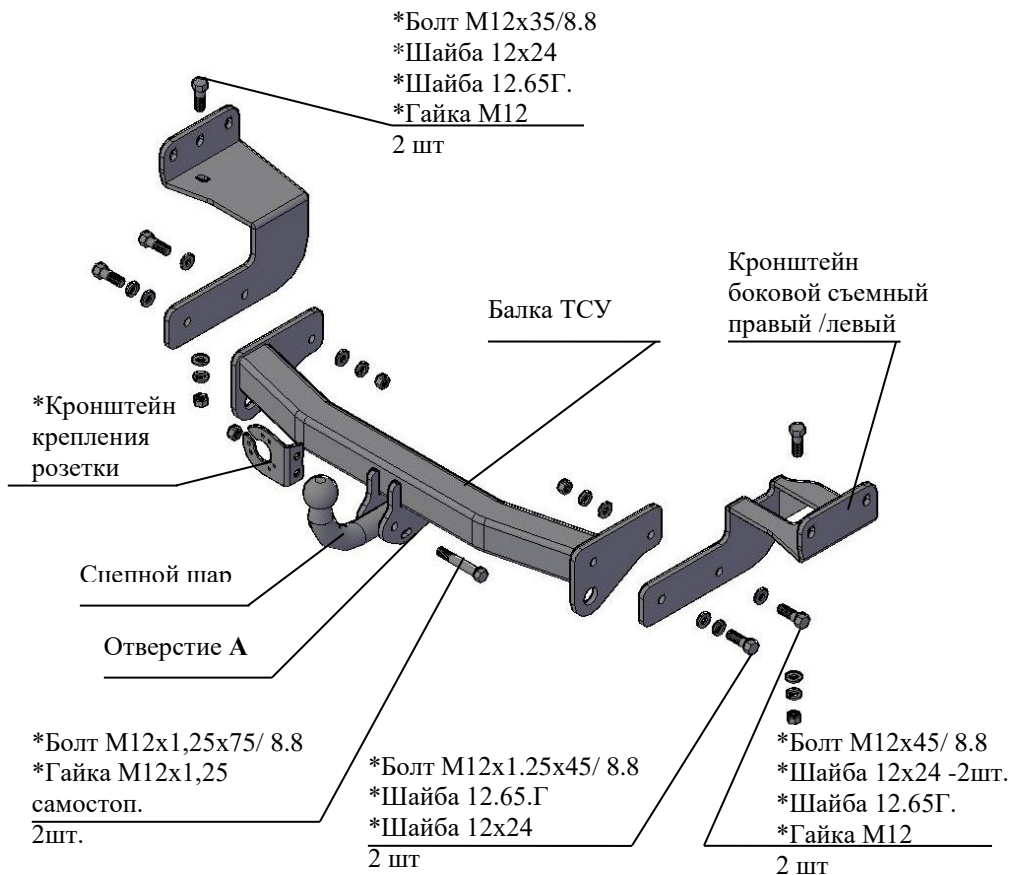

Рис.1 Тягово-цепное устройство 7151
2.1 ТСУ 7151 в сборе (рис.1)	1 шт.
2.2 Пакет с комплектующими (см. рис.1)	1 шт.
4.2 Закрепить съемные боковые кронштейны ТСУ (правый и левый соответственно рисунку 1) к наружным полкам лонжеронов а/м болтами и гайками штатного крепежа, подложив под гайки шайбы штатные гроверные и **шайбы 12х37 (на рис.1 условно не показаны)**, к нижним полкам лонжеронов - болтами М12х35 и гайками М12, подложив под гайки шайбы М12.65Г и шайбы 12х24 . Крепеж не затягивать.